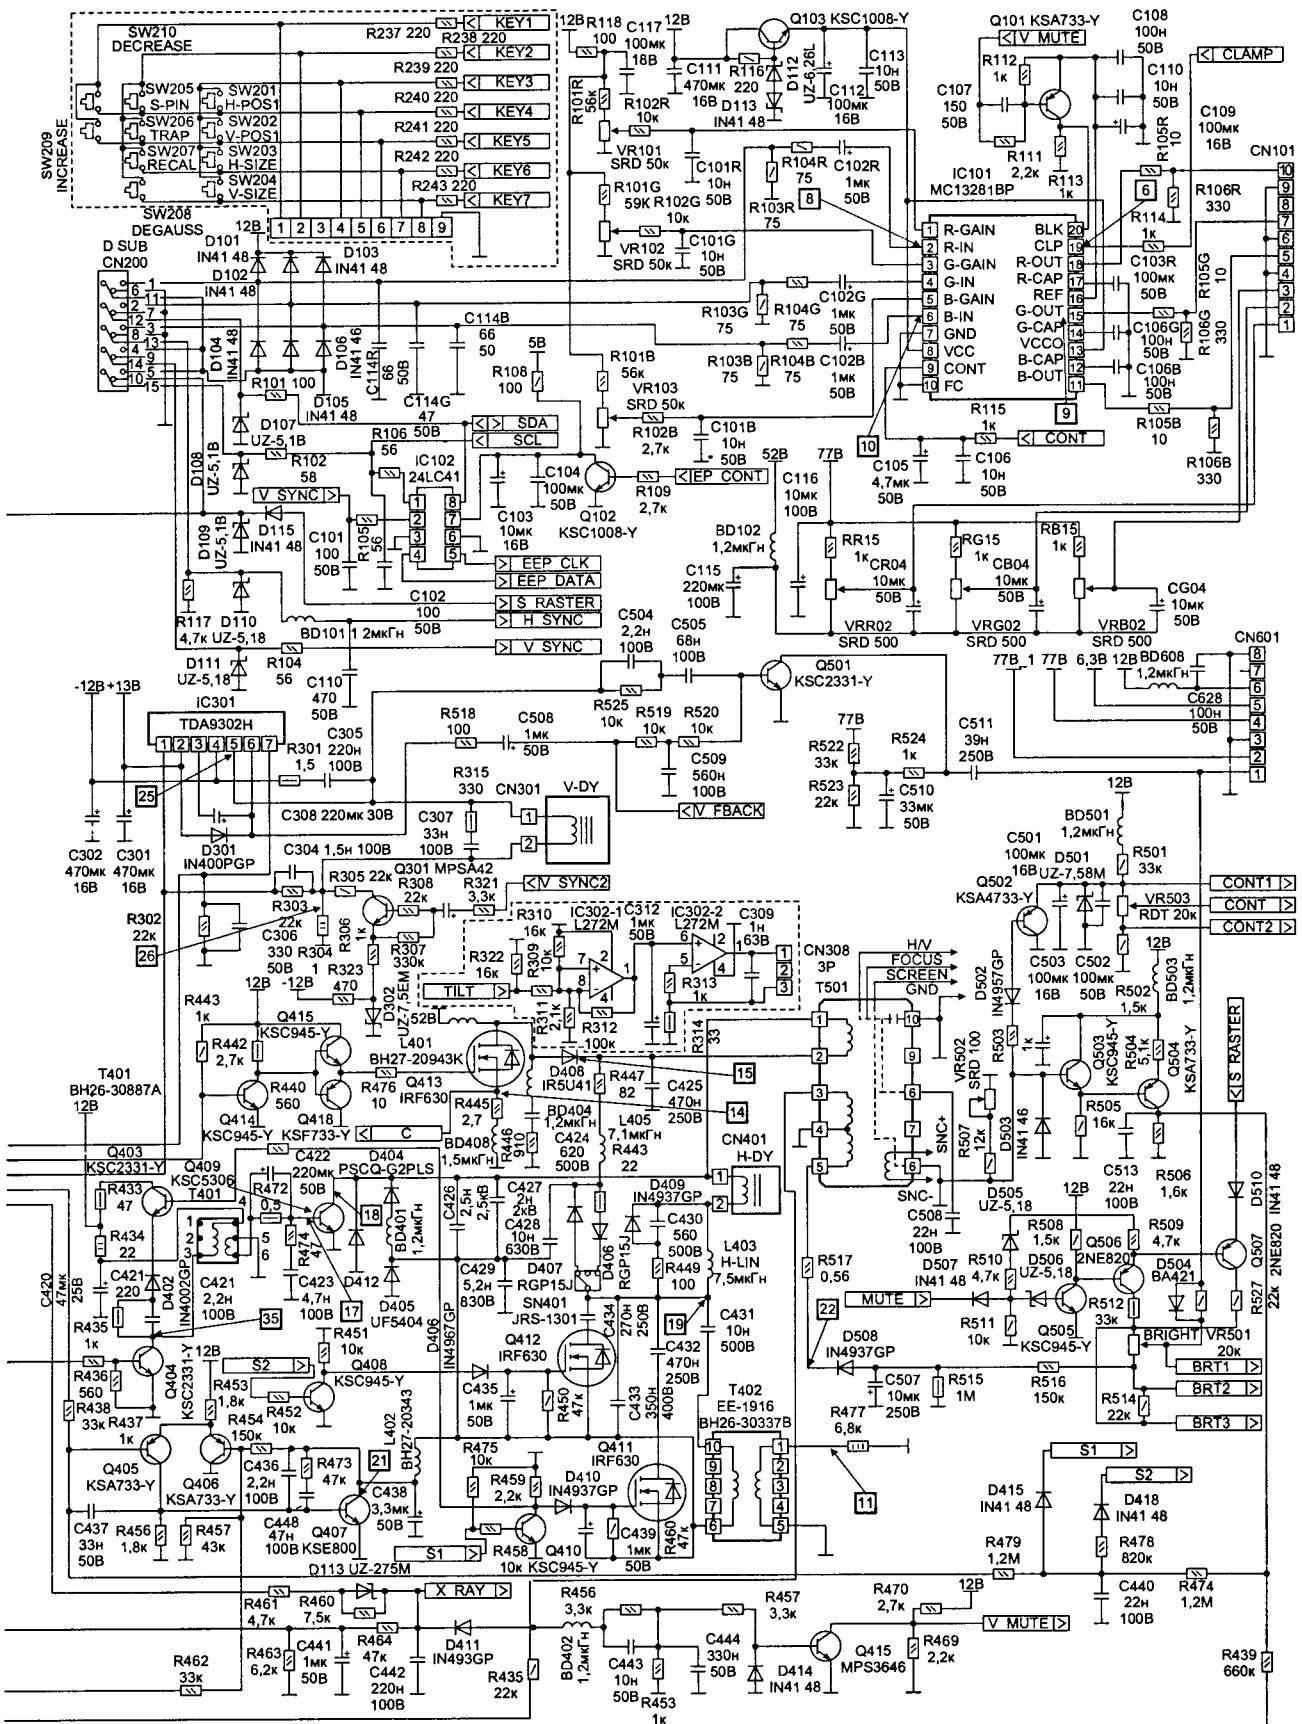
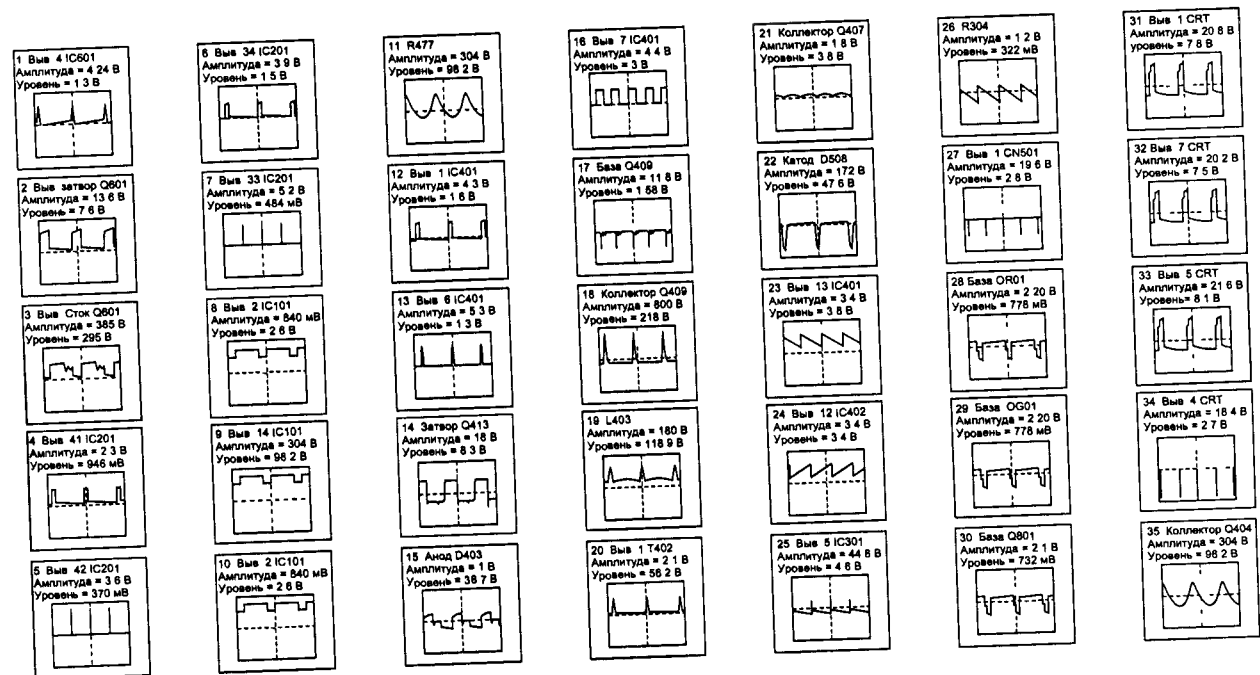

Рис. 5.1 (продолжение)
Рис. 5.3
Принципиальная схема шасси представлена на рис. 5.1 и 5.2, а осциллограммы сигналов в контрольных точках схемы — на рис. 5.3.
- для уменьшения помех от ИП в рабочем режиме его преобразователь синхронизируется с частотой строчной развертки по цепи: обмотка SNC(+)-SNC(-), T501, C605, R609, D608, C604, выв. 4 IC601 (осц. 1 на рис. 5.3).
На выв. 19 IC101 поступают строчные гасящие импульсы (осц. 6 на рис. 5.3), формируемые на выв. 37 микропроцессора IC201. Конденсаторы C103R, C103B, C103G, подключенные к выв. 17, 14, 12 IC101, служат для запоминания постоянной составляющей в видеосигнале каждого канала. Для блокировки выходных видеосигналов используется выв. 20 IC101. На этот вход видеопроцессора через буферный каскад Q101 поступает сигнал V MUTE, формируемый схемой на транзисторе Q415 из импульсов обратного хода строчной развертки. Сигнал блокировки снимается сразу после запуска строчной развертки. Через буферные каскады IC201 видеосигналы основных цветов R, G, B подаются на ее выходы — выв. 18, 15, 11.
Синхропроцессор построен на основе микросхемы IC401 типа TDA4858 (рис. 5.1). Микросхема содержит:
С выхода ГУН сигнал поступает на схему ФАПЧ 2, которая формирует импульсы запуска строчной развертки. Фильтрующий конденсатор C414 схемы ФАПЧ 2 подключен к выв. 31 IC401. Фаза импульсов запуска привязана к фазе импульсов обратного хода строчной развертки, которые снимаются с обмотки 3—4 T501 и через делитель R464, R463 подаются на выв. 1 IC401 (осц. 12 на рис. 5.3).
Импульсы запуска строчной развертки поступают на предварительный каскад — базу Q404 (осц. 35 на рис. 5.3), включенного по схеме с общим эмиттером (рис. 5.1). Нагрузкой транзистора служит трансформатор T401. Каскад питается от источника +12 В. Цепь D402, C402, R435 демфирует выбросы напряжения, возникающие при переключении транзистора Q404. Со вторичной обмотки T401 импульсы запуска поступают на выходной каскад, выполненный по схеме двустороннего электронного ключа с последовательным питанием на транзисторе Q409 и диоде
Управление питанием выходного каскада строчной развертки реализовано методом ШИМ. ШИМ-модулятор (внутри IC401) формирует импульсный сигнал, который снимается с выв. 6 IC401 и через буфер Q414—Q416 поступает на ключевой каскад на полевом транзисторе Q413. Транзистор питается от вторичного канала +50 В ИП. Импульсный сигнал снимается со стока Q413, выпрямляется диодом D408 и через обмотку 1—2 T501 подается на коллектор Q409. Защита от предельного тока через ключ Q413 выполнена с помощью сигнала обратной связи С (осц. 14 на рис. 5.3), который снимается с датчика тока R445, BD408 и подается на вход схемы ограничения тока — выв. 4 IC401.
Каскад реализован на микросхеме IC301 типа TDA9302H (рис. 5.1). Микросхема выполняет функции усилителя мощности и генератора импульсов обратного хода кадровой развертки. Противоположные пилообразные импульсы кадровой развертки с выхода задающего генератора (выв. 12, 13 IC401) поступают на вход схемы —
На конденсаторе C506, подключенном к обмотке 8—6 T501, формируется напряжение, уровень которого пропорционален току лучей кинескопа. Это напряжение используется схемой ОТЛ, выполненной на элементах D502, R503, Q502 (рис. 5.1). При превышении заданного уровня тока лучей транзистор Q502 открывается и шунтирует стабилитрон D501, формирующий управляющее напряжение для регулировки контрастности. В результате видеосигналы на выходе видеопроцессора IC101 блокируются. Уровень ОТЛ устанавливается переменным резистором VR502.